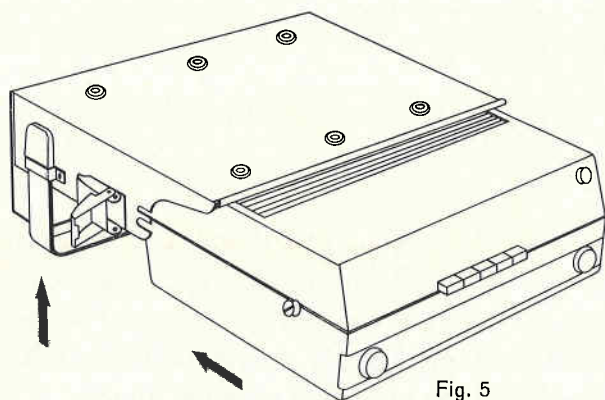

Fig. 5
3. Modtageren vendes med højttaleråbningen nedad og holdes op mod overparten af ophænget, føres tilbage, så de to tappe på hvilke håndtaget var fæstnet, glider ind i de tilsvarende hak på ophænget. (Fig. 5).
4. Låsebeslagene lukkes ned om tappene og trækker derved modtageren helt på plads. (Fig. 5).
5. Håndtaget føres nedfra op i de to bøjler på siderne af ophænget. (Fig. 5).